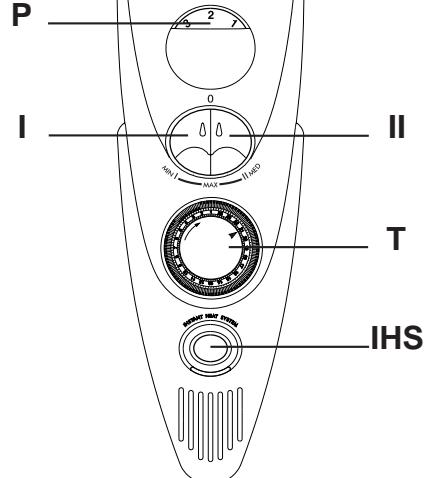

fig. 3
Quando l'ambiente avrà raggiunto la temperatura desiderata, ruotare lentamente la manopola termostato **P** (fig. 3) in senso antiorario fino alla posizione segnalata da un click (o fino allo spegnimento della spia luminosa) e non oltre. La temperatura così fissata verrà automaticamente regolata e mantenuta costante dal termostato.
By pressing the **I H S** button (fig 3) in conjunction with switches I and II, an exclusive heating function is activated which warms up your room rapidly and silently.
### Regulation of the thermostat "P" (fig3)
**Models with 24 hour timer (T - fig. 3)****To programme the timer:**